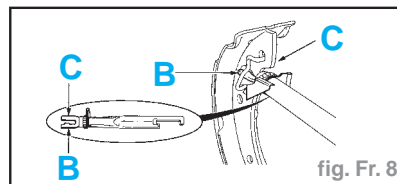

fig. Fr. 8
- Positionner correctement le mécanisme de rattrapage (fig. Fr. 8) :
- partie crantée (B) côté tambour
- partie biseautée (C) côté plateau